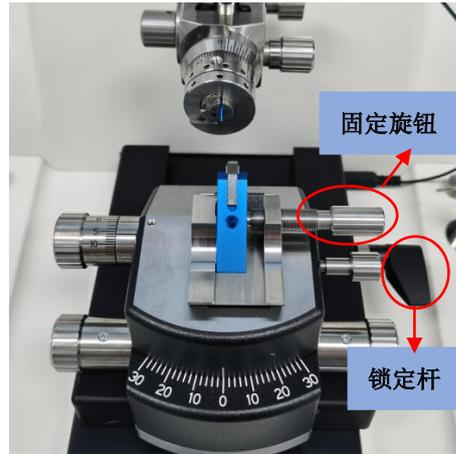

图 4
3. 安装刀具。先用泡沫条蘸取少量酒精清洁修块刀，再将修块刀安装在刀架上，通过固定旋钮将其固定，如图 4；